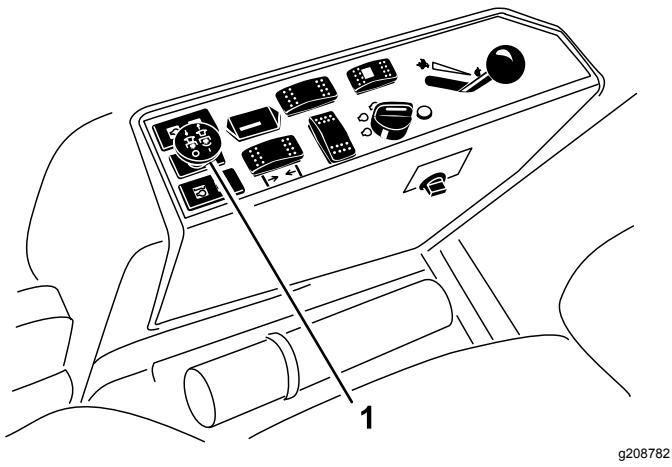

Bild 23
- Ziehen Sie den Zapfwellenschalter heraus, um ihn zu aktivieren (Bild 23).